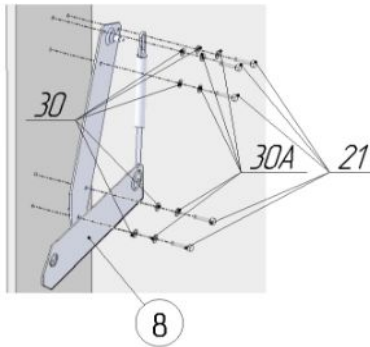

Рис.4.1 Слева
4. Присоединить к боковинам корпуса механизмы подъёма поз.7 и 8, используя болт М8х25 поз.21, шайбы Ø8 поз.30, шайбы стопорные Ø8 поз.30А (рис.4.1 и 4.2).
СТОПОРНАЯ Ø8 ПОЗ. 30А ДОЛЖНА НАХОДИТЬСЯ МЕЖДУ ШАЙБОЙ Ø8 ПОЗ.30 И ГОЛОВКОЙ БОЛТА ПОЗ.21 (СМ. РИС. 4.1 И 4.2).